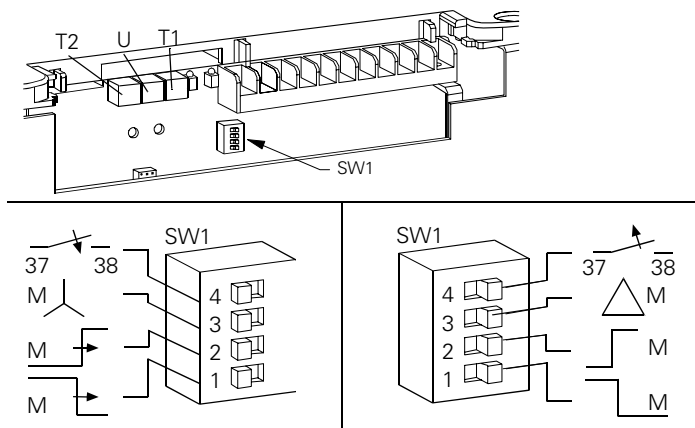

Bild 20 : Einricht-Bedienorgane
Die Einricht-Bedienorgane befinden sich an der rechten Seite des Motorsteuergeräts und sind ohne Abnehmen der Abdeckung zugänglich. Bild 20 zeigt die Bedienorgane: Drei Potentiometer T1, U und T2 und den DIP-Schalter SW1. Die Werte für die Potentiometereinstellungen sind in Tabelle 5 zusammengestellt. Zum Ändern der Potentiometereinstellungen einen kleinen Schraubendreher verwenden und im Uhrzeigersinn zum Erhöhen des Wertes oder entgegen dem Uhrzeigersinn zum Verringern des Wertes drehen.
**SW1 - DIP-Schalter.** Dieser Schalter besitzt vier Abschnitte, die das Einstellen der Motorsteuergerät-Software auf die entsprechende Anwendung ermöglichen. Jeder Schalter wird durch Verschieben nach rechts oder links eingestellt, wie in Bild 20 gezeigt (oder nach oben bzw. unten, wenn das Motorsteuergerät vertikal montiert ist). In den Schaltplänen, Kapitel 6, ist die Stellung jedes Schalters durch einen nach rechts oder links zeigenden Pfeil angegeben.